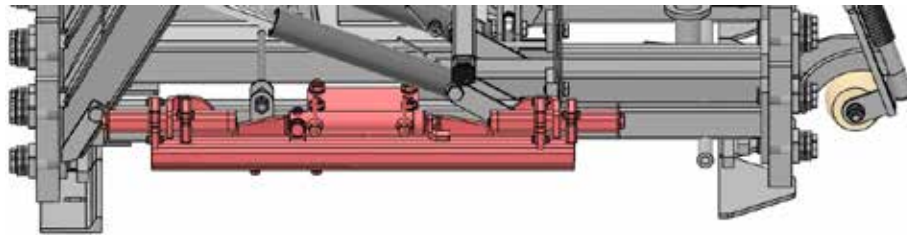
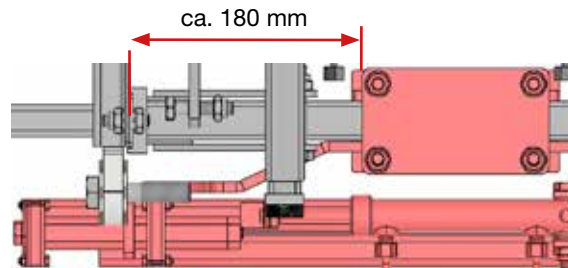

Abb. 56. GAP-System links
Abb. 59. GAP-System rechts Einbaudetail
4. Abstandsmaß von 180mm zwischen Außenrohr und Adapterplatte einstellen (s. Abb. 56 - Abb. 59).